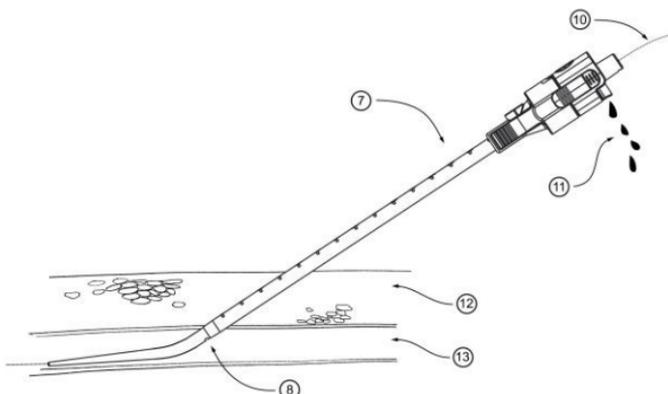

Abbildung 2. Blutsignal, wenn sich die Einführschleuse im Gefäß befindet
- a. Den *in situ* 0,035 Zoll (0,89 mm) Führungsdraht in das PerQseal®-Einführsystem zurückführen, bis er ganz aus dem hinteren Ende des Dilatoransatzes (10, Abb. 2) austritt.
- c. Das PerQseal®-Einführsystem mit einem niedrigen Winkel ($\leq 30^\circ$) in das Gefäß schieben, bis ein Blutsignal am Seitenanschluss des Dilatoransatzes (11, Abb. 2) erfasst wird. Das Gerät nun nicht weiter vorschieben (siehe Abbildung 2).